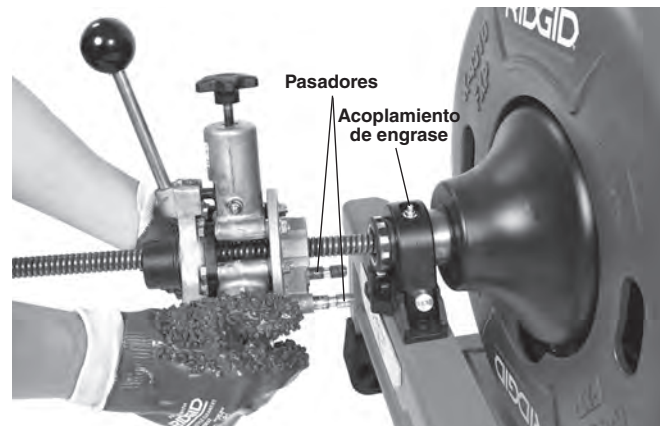

Figura 7 – Instalación de la unidad AUTOFEED
3. Coloque la unidad AUTOFEED sobre el cable, alineando los pasadores con los correspondientes agujeros en el soporte para el AUTOFEED (*Figura 7*).